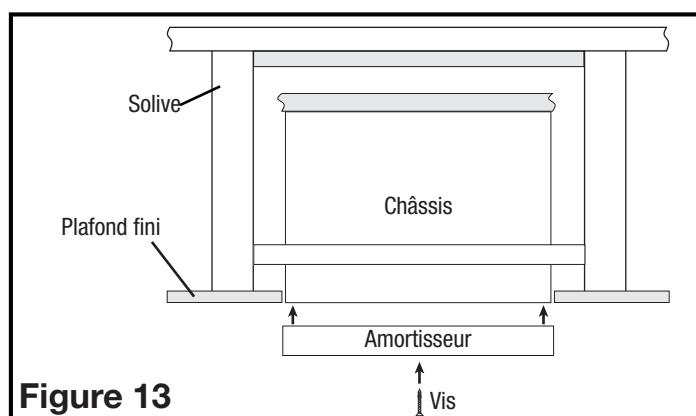

Figure 13
3. **INSTALLATION DE L'AMORTISSEUR DE PLAFOND:** L'amortisseur de plafond fourni avec l'unité est conçu pour être installé uniquement dans les boîtiers du modèle Air King AKFH2. Installez l'amortisseur de plafond et le cadre d'amortisseur de plafond dans l'ouverture du boîtier de ventilateur. Le cadre d'amortisseur de plafond est conçu pour s'adapter à l'extérieur du boîtier et l'amortisseur de plafond sera placé à l'intérieur du boîtier de ventilateur (**Figure 13**).